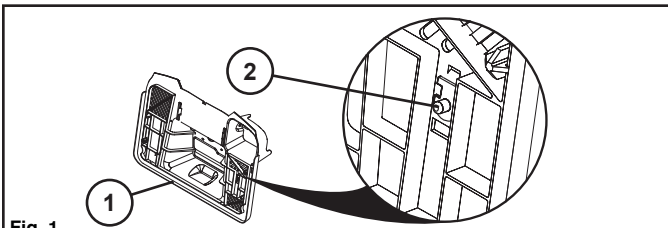

Fig. 1
- Finn bryterområdet for full oppsamlerpose (2) mens du står bak traktoren og oppsamlerposen er fjernet fra bakveggen (1). (Se fig 1)